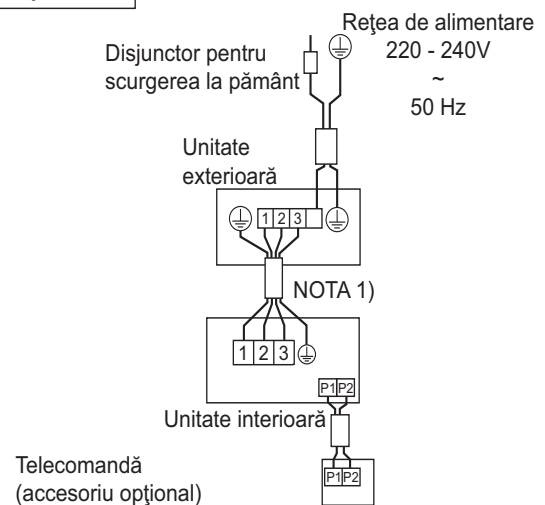

Fig. 31
- 1 telecomandă controlează 1 unitate interioară (sistem standard). (Consultați Fig. 31)